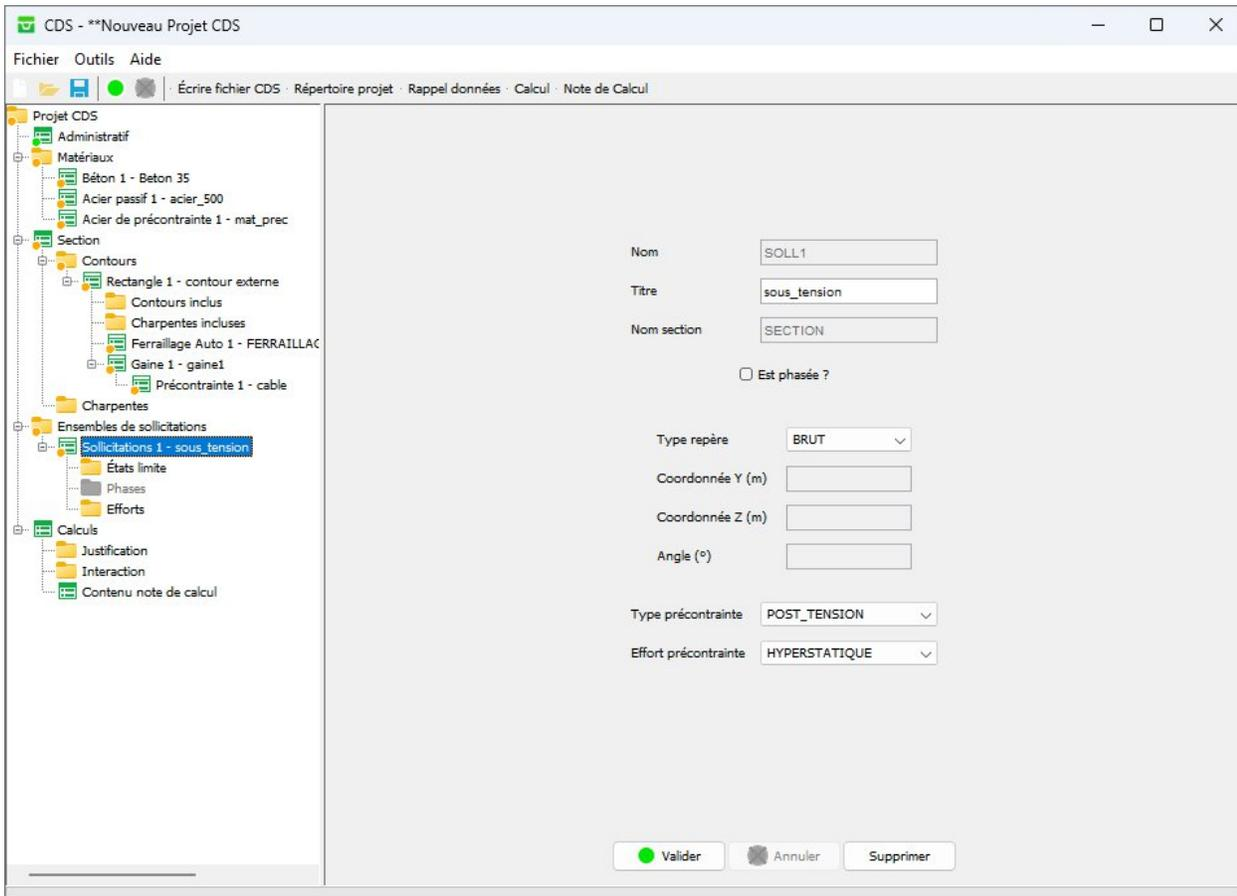
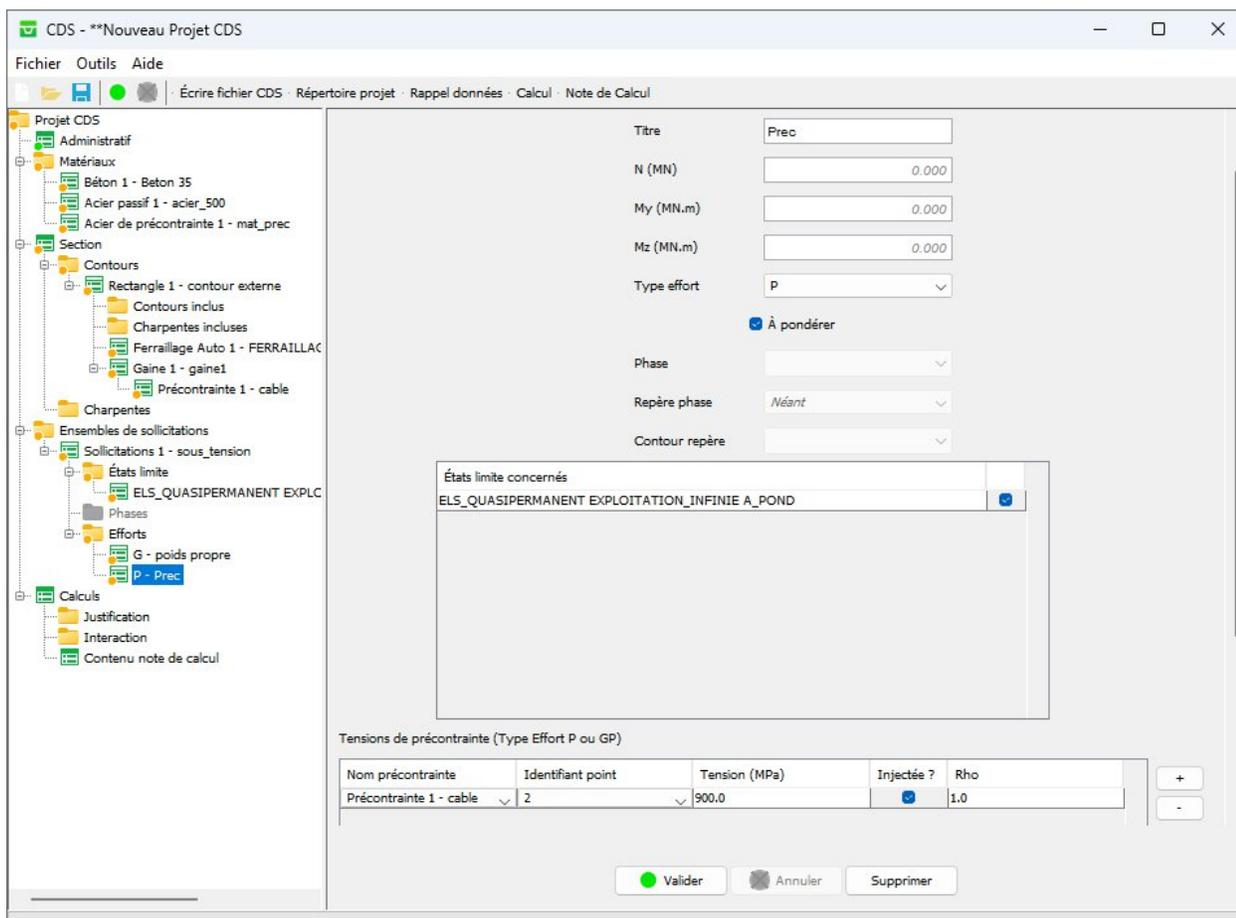

Figure 66 – Panneau sollicitation pour la mise en tension
Figure 68 – Effort de précontrainte
On définit ensuite les ensembles de sollicitations à étudier dans la section. Pour le premier d'entre eux en Figure 66, on remarque qu'il faut préciser le type de précontrainte, et les types d'efforts de précontrainte (isostatique + hyperstatique ou seulement hyperstatique) définis dans la section « Efforts ».
On définit ensuite les effort (pour G, on prend $M_y = 0.058 \text{ MN.m}$), la Figure 68 indique que pour définir la précontrainte il faut modifier le type d'effort, ce qui active le tableau des tensions de précontrainte et nous autorise à renseigner l'effort de précontrainte hyperstatique (cf. Figure 66). Dans ce tableau on peut également lire que la précontrainte précontrainte participe entièrement au raidissement de la section grâce au coefficient rho valant 1. Pour sélectionner l'état limite précédemment définis, il faut bien indiquer que l'effort actuel est « À pondérer ».
- P : idem, cf. Figure 68